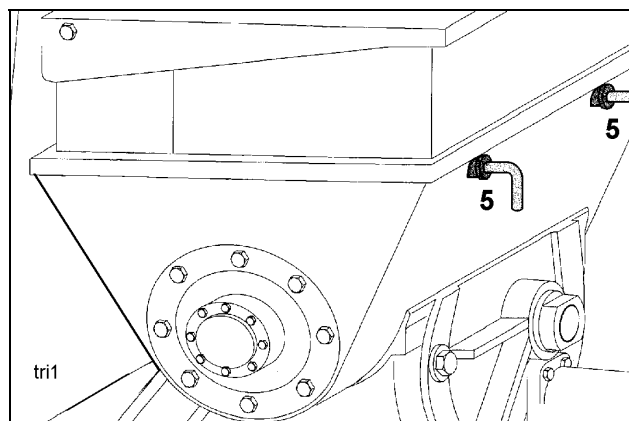

Fig. 2
- Controle el enclavamiento de la parrilla en la tolva de carga de hormigón (cerrojo 5, Fig. 2).